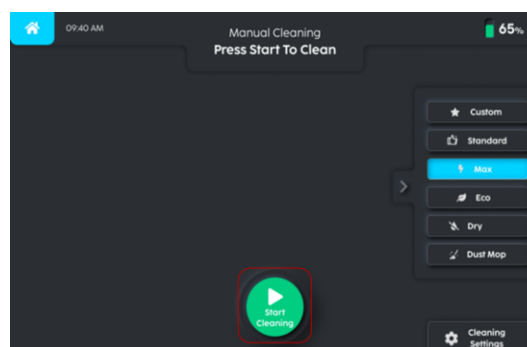

FIGURE 5-29
4. Après avoir sélectionné vos paramètres, sélectionnez le bouton 'COMMENCER LE NETTOYAGE' pour commencer à nettoyer (Fig. 5-29).